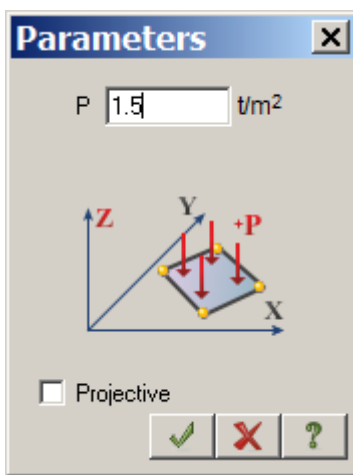

Figure 22.16 Load parameters dialog box
- ⇒ In the **Load parameters** dialog box specify $P = 1.5 \text{ t/m}^2$ (see Fig.22.16).